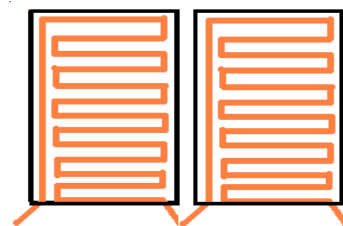

Fig 3
- les extrémités des barrages doivent être positionnées de sorte que les barrages contenus dans 2 conteneurs puissent être raccordés sans être vidés (Fig 3)